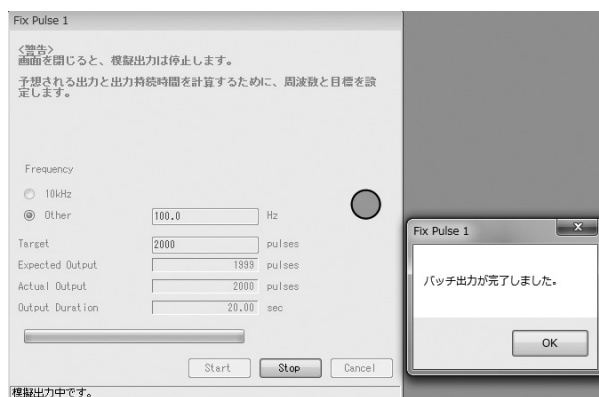

図130
⑥ Targetにパルス数を指定して実行した場合、出力完了後、図130の画面が表示されます。